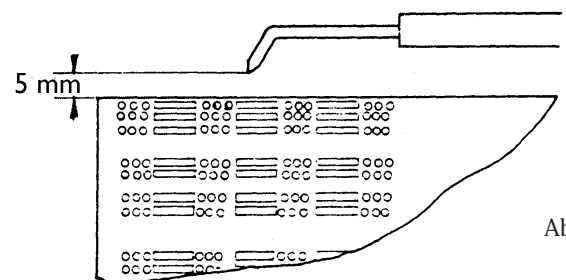

Abb.2
- Die Stellung der Zündelektrode kontrollieren (Abb. 2).